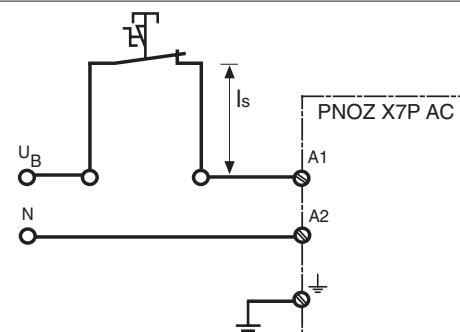

Fig. 4: Leitungslänge  $I_s$  der Stichleitung/Cable length  $I_s$  of the branch line/Longueur câblage  $I_s$  en dérivation
- Stichleitung (s. Fig. 4): max. Länge der Stichleitung  $I_s$  und max. Kabelkapazität  $C_L$  in Abhängigkeit der Versorgungsspannung  $U_B$ :
- branch line (Fig. 4): max. length of the branch line  $I_s$  and max. capacity will depend on the supply voltage  $U_B$ :
- Câblage en dérivation (v. Fig. 4): long. max. de la dérivation  $I_s$  et capacité max. dépend de la tension d'alimentation  $U_B$ .